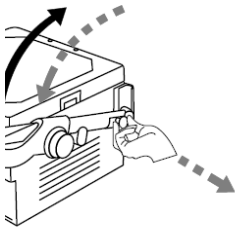
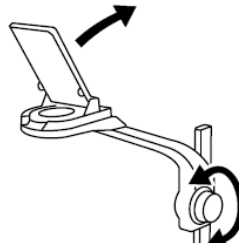

Abb.1
Abb.2
2.1 Positionieren des Projektionsarmes (Abb.1) und Öffnen der Spiegelklappe (Abb.2). Achtung: Spiegelklappe muß unbedingt vor Einschalten des Projektors geöffnet werden, da ansonsten Hitzeschäden auftreten können. Bitte auf sicheren und waagerechten Stand des Gerätes achten.